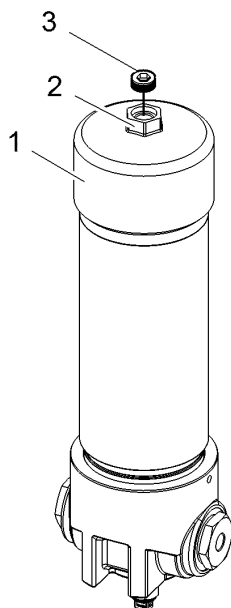

Fig. 21 HydroClean
3	Solte a tampa (1) na Fig. 21 utilizando a cabeça sextavada integrada (2) na Fig. 21.
8	Reinstale a tampa (1) na Fig. 21.
10	Solte o parafuso Allen (3) na Fig. 21 ligeiramente até que a abertura de ventilação esteja exposta.
11	Feche o parafuso Allen (3), na Fig. 21 assim que o óleo escapar.